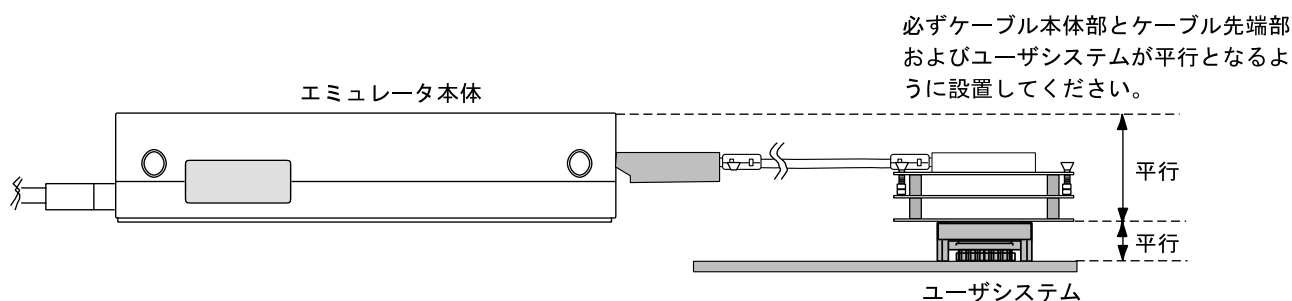

図13 設置例
- (1) ユーザシステムへの接続時には1ピン位置に十分注意して、誤接続は絶対にしないでください。
- (2) 本ユーザシステムインタフェースケーブルを使用する場合の推奨マウントパッド寸法は、MCU実装用マウントパッド寸法とは異なりますので注意してください。
- (3) 本ユーザシステムインタフェースケーブルは、HS2214EPI61Hエミュレータ専用ですので、他のエミュレータ本体には使用しないでください。
- (4) ケーブル本体部が断線する可能性がありますので、本ユーザシステムインタフェースケーブルの上に重いものや金属等の角の尖ったものを置かないでください。
- (5) ユーザシステムに接続した状態では、ユーザシステムインタフェースケーブル、特にケーブル先端部に無理な力が加わらないように注意する必要があります。図13の設置例を参照してご使用ください。